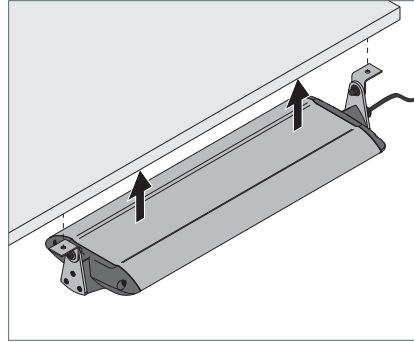

Fig. 1: Montage du luminaire.
- Montez le luminaire sur la surface de montage à l'aide de vis appropriées et serrez les vis, voir Fig. 1. Si nécessaire, utilisez des rondelles.